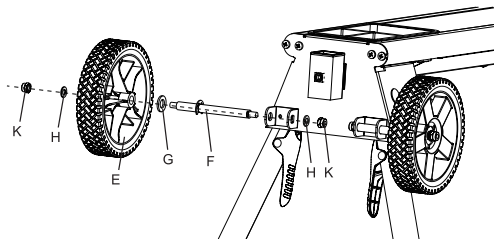

Fig. 4 – Instalação das rodas
1. Coloque uma roda no eixo e fixe, usando as porcas e arruelas (Fig. 4);